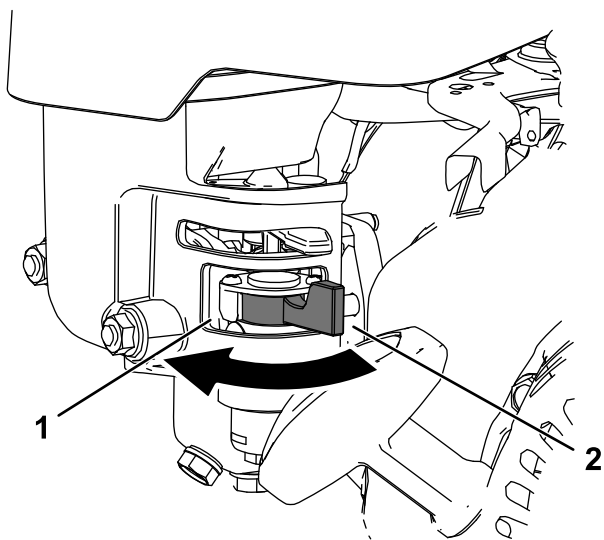

Figura 24
- Para abrir la válvula del combustible, gire la palanca de cierre de combustible hacia el tirador del arrancador de retroceso (Figura 24)
- Para cerrar la válvula del combustible, gire la palanca de cierre de combustible lejos del tirador del arrancador de retroceso (Figura 24)